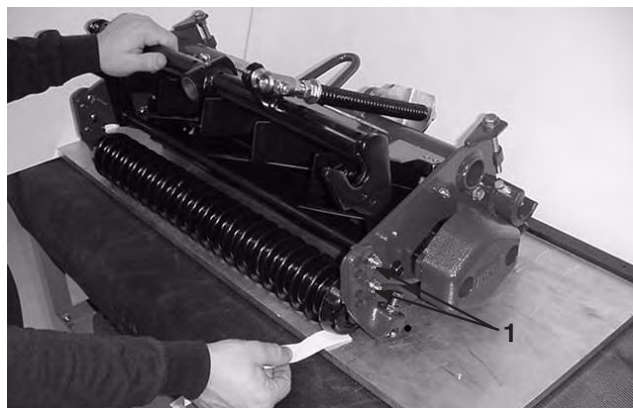

Figure 13
2. Mettez le rouleau avant au niveau du cylindre en desserrant les 4 vis de fixation des supports du rouleau avant et en faisant tourner le rouleau avant jusqu'à ce qu'il touche la surface sur laquelle se trouve la plaque. Serrez les vis et vérifiez que le rouleau n'a pas changé de position. Pour éviter de faire bouger le support de rouleau lors du serrage (Fig. 13), maintenez l'écrou pendant que vous serrez la vis.
Remarque : Essayez de glisser un morceau de papier sous chaque extrémité du rouleau pour vérifier qu'il y a contact (Fig. 13).